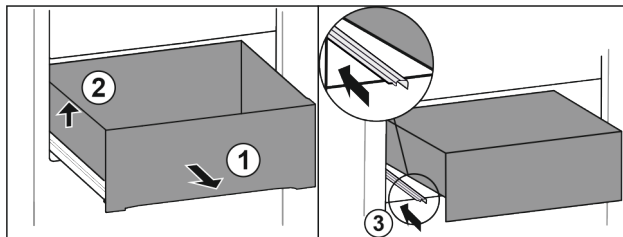

Fig. 90
- ▶ Scoateți sertarul până la opritor. Fig. 90 (1)
- ▶ Ridicați sertarul din stânga. Fig. 90 (2)
- ▶ Inșerați șina din stânga. Fig. 90 (3)